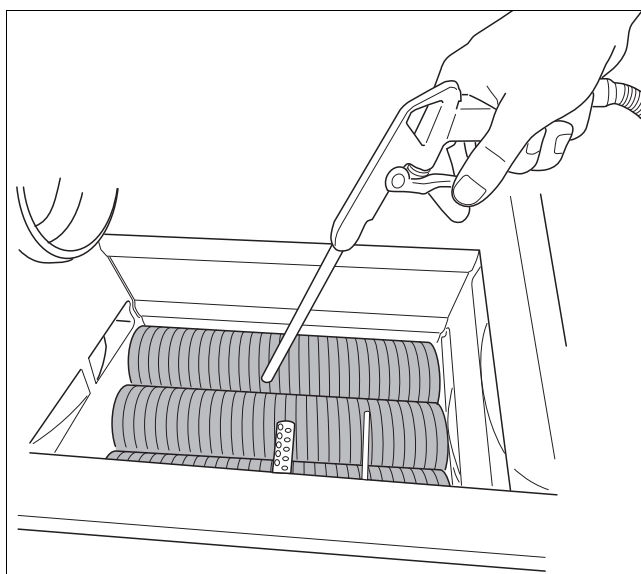

Fig. 117 Curățați schimbătorul de căldură
- Curățați schimbătorul de căldură cu aer comprimat sau cu o perie moale (fig. 117).